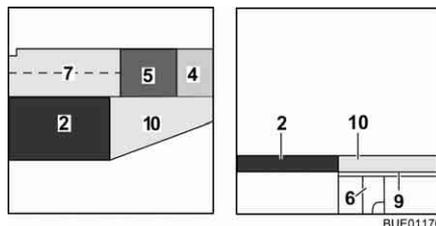

Bild 120 Nach dem Umbau
- Das Sitzpolster (Bild 120,5) in die Mitte legen.
- Das Rückenpolster (Bild 120,4) zwischen das Sitzpolster und die Wand legen.
- Das Zusatzpolster (Bild 120,10) auf die Bettverbreiterung legen.